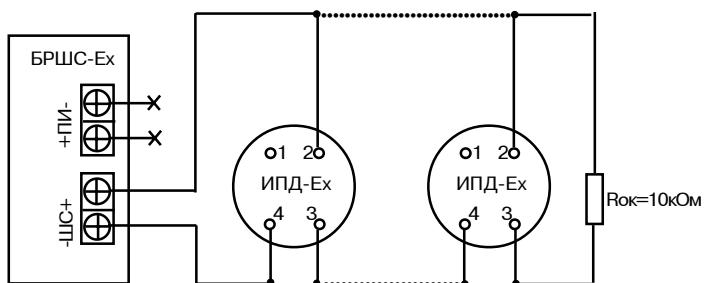

Рис.1-Рекомендуемая схема подключения ИПД-Ex к БРШС-Ex (в один шлейф БРШС-Ex рекомендуется включать не более 10 ИПД-Ex)
4.1.2.3. Произведите монтаж подводящих проводов к розетке ИПД-Ex согласно схеме подключения (рис.1).